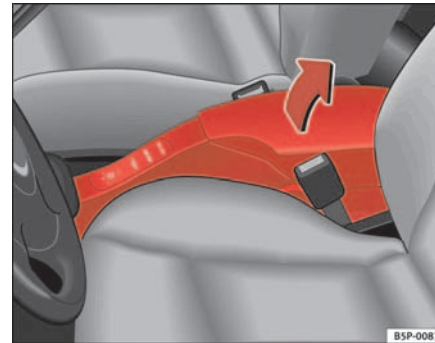

Abb. 100 Armlehne
- Zum Öffnen des Ablagefaches drücken Sie die Taste der Armlehne in Pfeilrichtung ⇒ **Abb. 100** und heben den Deckel nach oben an.